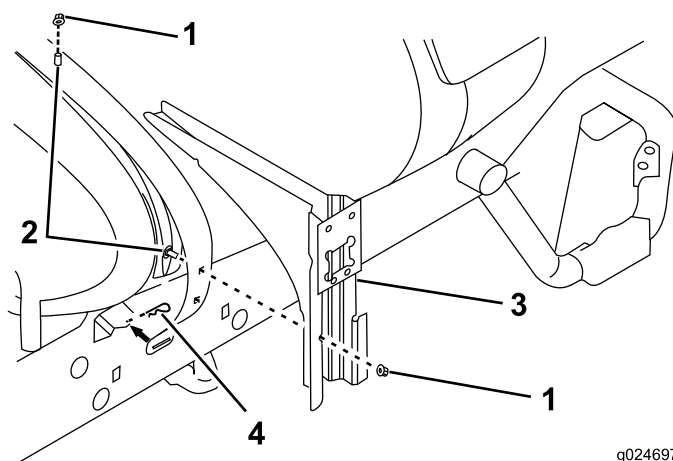

図 10
2. 右側のタンク固定ベルトにキャリッジボルト（2本）を取り付ける（図 10）。
4. 先ほどとりつけたキャリッジボルトに、バルブマウントを取り付ける；フランジナット2個を使用する（図 10）。